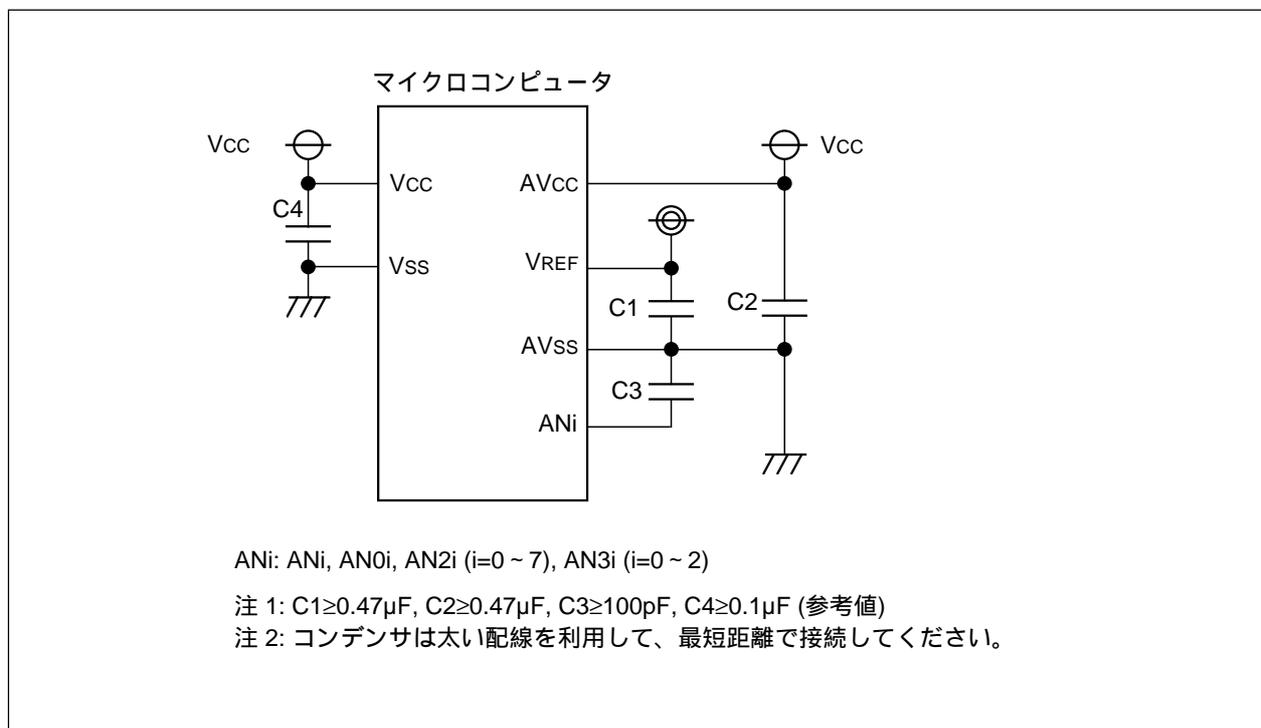

図22.4 各端子の処理例
3. ノイズによる誤動作やラッチアップの防止、また変換誤差を低減するため、AVCC 端子、VREF 端子、アナログ入力端子(AN_i、AN0_i、AN2_i($i=0 \sim 7$)、AN3_i($i=0 \sim 2$))とAVSS 端子の間には、それぞれコンデンサを挿入してください。同様にVCC 端子とVSS 端子の間にもコンデンサを挿入してください。図22.4 に各端子の処理例を示します。